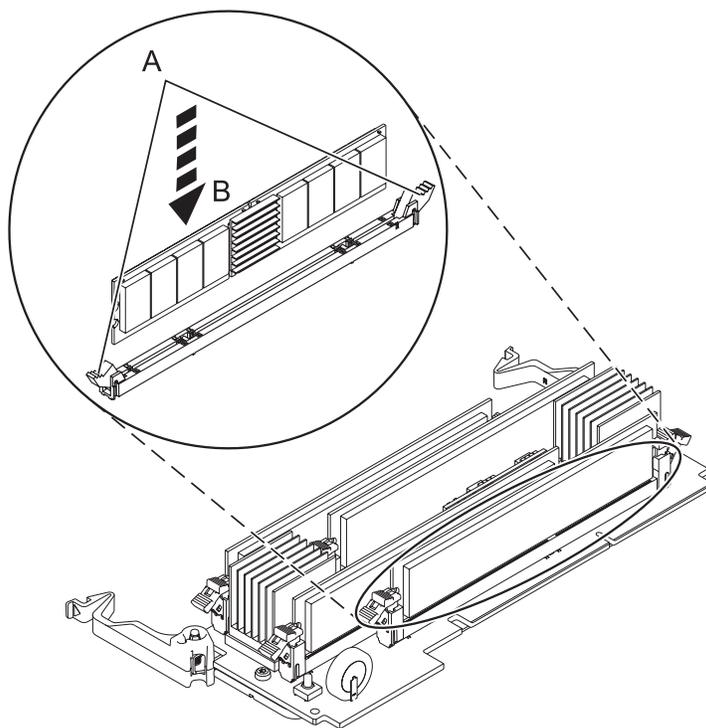

Figura 11. Substituindo um módulo de memória
12. Assegure-se de que as presilhas de travamento do conector (**A**) sejam empurradas para abrir na posição destravada, conforme mostrado na Figura 11, antes de instalar um novo módulo de memória.